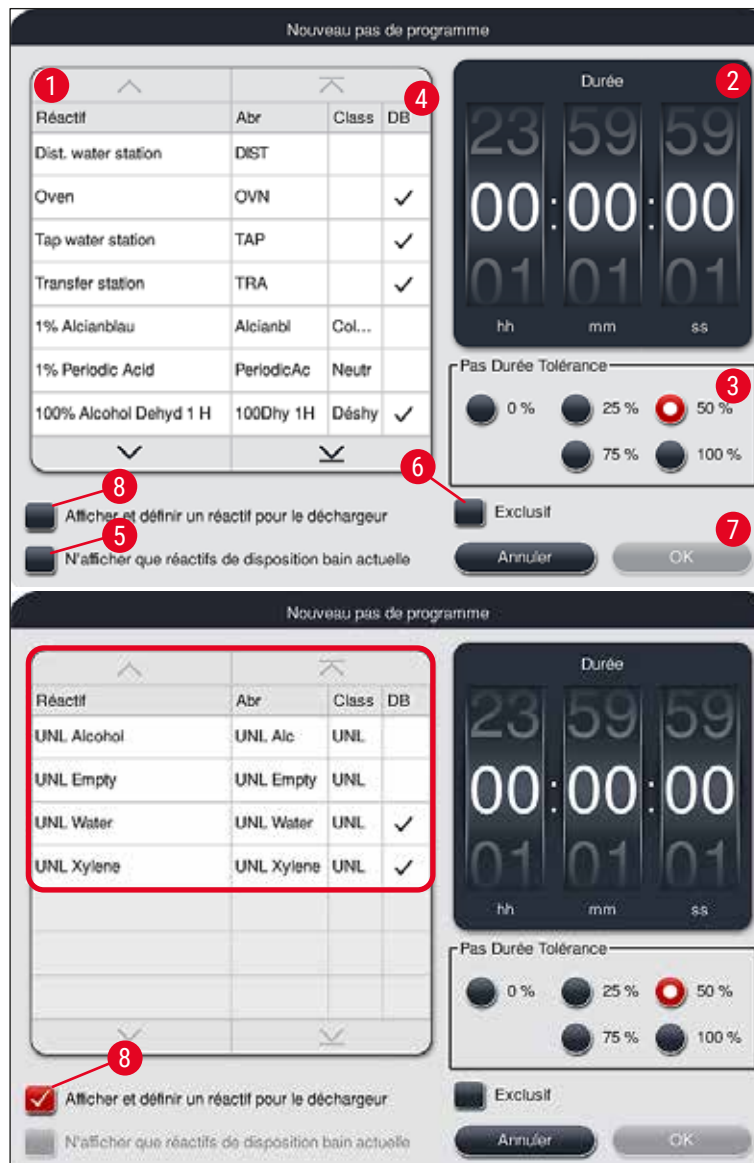

Fig. 47
- S'ouvre alors une fenêtre destinée à définir les pas de programme (→ "Fig. 47").